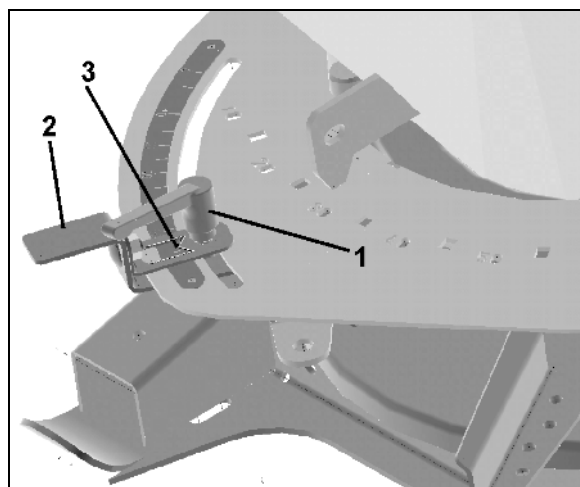

Рис. 37
1. Отпустите рычаг (Рис. 37/1).
2. Заслонку (Рис. 37/2) установите таким образом, чтобы стрелка (Рис. 37/3) стала на нужном делении шкалы.